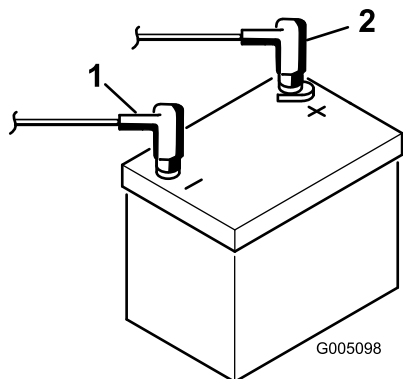

Рисунок 6
2. Подсоедините положительный кабель аккумуляторной батареи (красный) к электромагниту стартера и к положительной клемме (+) аккумуляторной батареи (Рисунок 6). Затяните его гаечным ключом и смажьте клемму техническим вазелином. Обеспечьте, чтобы кабель не касался сиденья в крайнем заднем положении, что могло бы вызвать износ или повреждение кабеля.